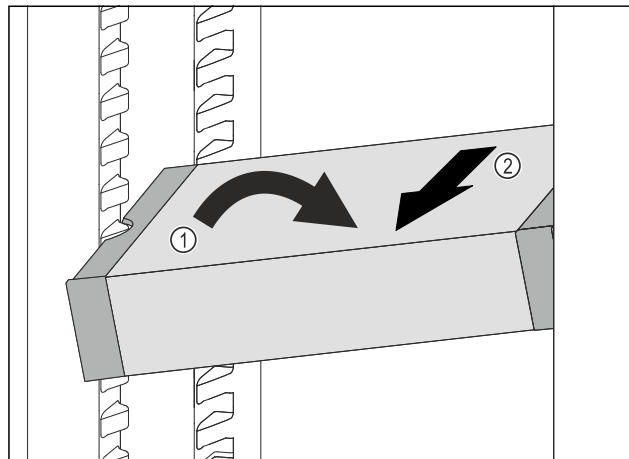

Fig. 66
- ▶ Ukosite ladicu VarioSafe u hladnjaku. Fig. 66 (1)
- ▶ Izvadite ladicu VarioSafe prema naprijed. Fig. 66 (2)